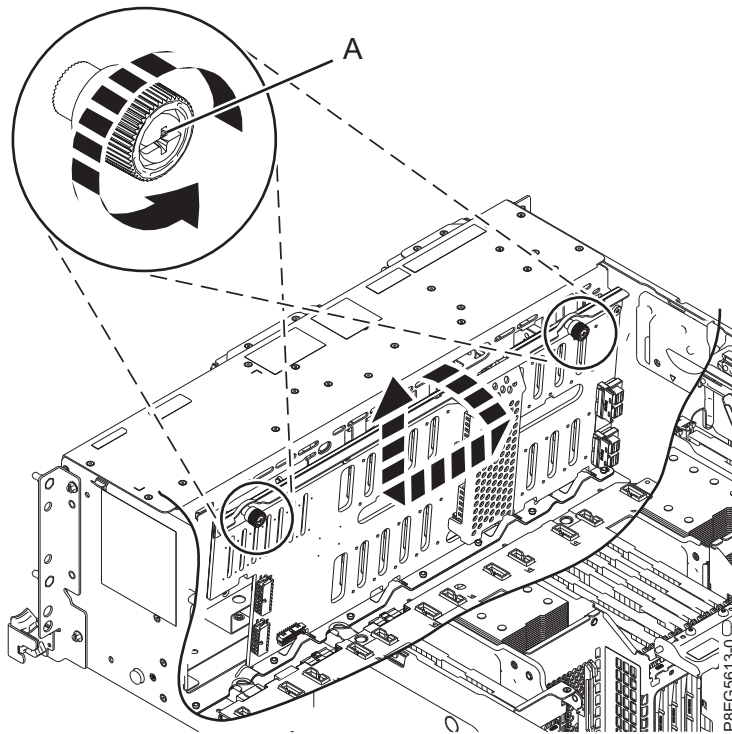

Abbildung 16. Plattenlaufwerksrückwandplatine ausbauen
7. Lösen Sie vorsichtig die Rändelschrauben (A) der Plattenlaufwerksrückwandplatine, bis sie vollständig lose sind (wie dargestellt in Abb. 16).
8. Neigen Sie die Plattenlaufwerksrückwandplatine in die in Abb. 16 angegebene Richtung und schieben Sie sie anschließend so zur Seite, dass die Aussparungen der Rückwandplatine von den Laschen im Chassis entfernt werden.